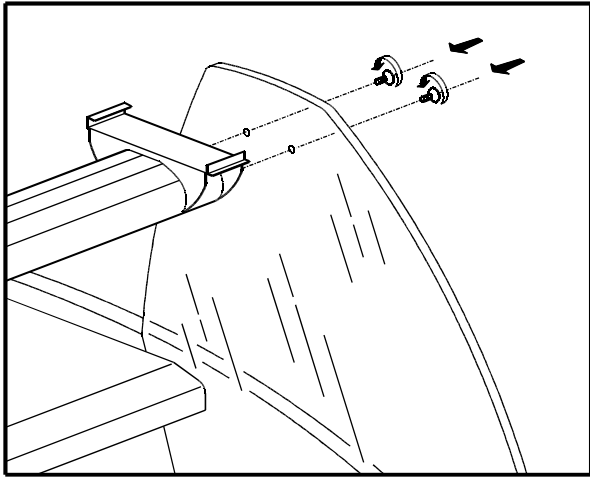

FIG. 8
- Avvitare la plafoniera, con le testatine montate in precedenza, ai cristalli laterali (FIG. 8 pag. 3).
- Screw the canopy, with the end covers already installed, to the glass sides (FIG. 8 page 3).